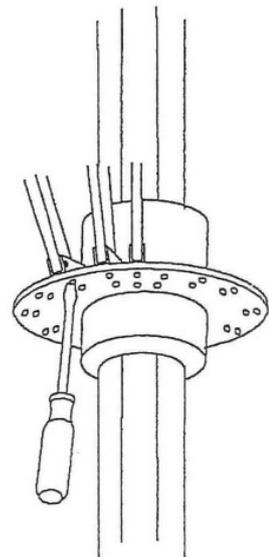

Fig. 13
- Achsböcke der Schirmstreben von Schieber- und Kronenrondelle abschrauben (Fig. 13).
- Schirmmast festhalten und dabei Sicherungsschraube (5) im Punkt 3.1.2 lösen.
- Mit Fixiersteg (2) im Punkt 4.2 Scharnierscheibe und wieder abgesenktem Pressring verschrauben.